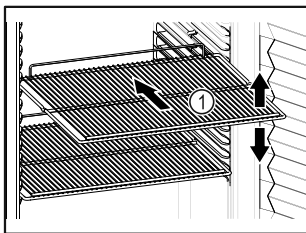

Fig. 57 Esimerkkikuva
- ❑ Sovita siirrettävät ritilätasot Fig. 57 (1) korkeuden mukaan.